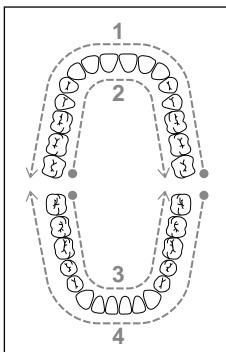

Abb.10
- ◆ Sie können sich für die Abfolge der Reinigung an folgender Abbildung orientieren (siehe Abb. 10). Die Zahlen in der Abbildung stehen für die Reihenfolge der zu reinigenden Gebissbereiche: